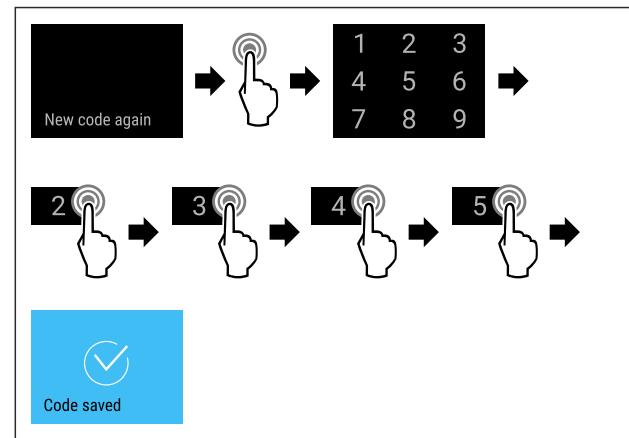

Fig. 86
- Выполните шаги действия (см. Fig. 86) .